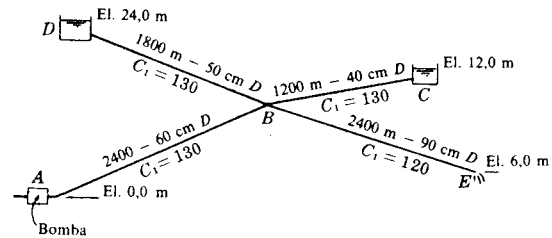

Fig. 8-20
41. ¿Qué caudal debe suministrar la bomba de la Fig. 8-20 cuando el caudal a través de la tubería de 90 cm es de 1200 l/seg y cuál es la altura de presión en A? Sol. 984 l/seg, 56,6 m